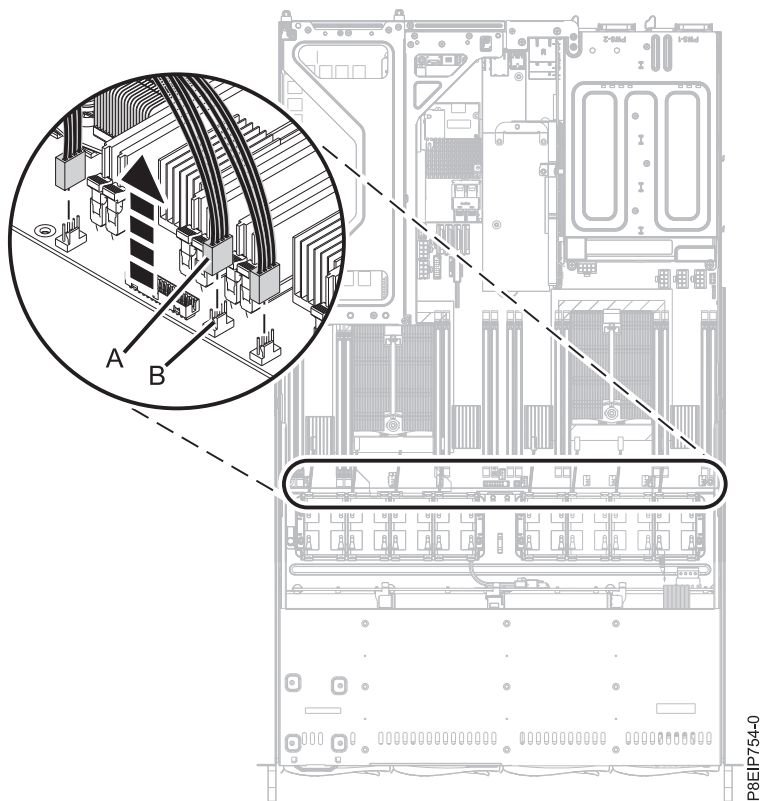

図 18. ファン・ケーブルの切り離し
4. ファン・ケーブルを切り離すには、コネクタ・クリップ **(B)** を解放し、コネクタ **(A)** をシステム・バックプレーンから慎重に引き上げます (23 ページの図 18 を参照)。ワイヤーを引っ張らないでください。ファン・ホルダーを通してケーブルを送ってください。